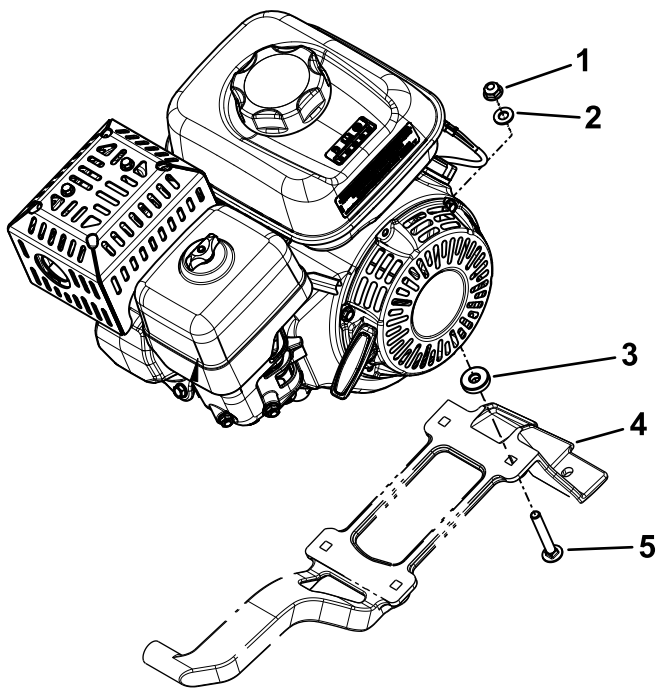

Figure 2
1. Fixez le moteur sur son socle à l'aide de 4 boulons, 4 rondelles et 4 écrous (Figure 2).